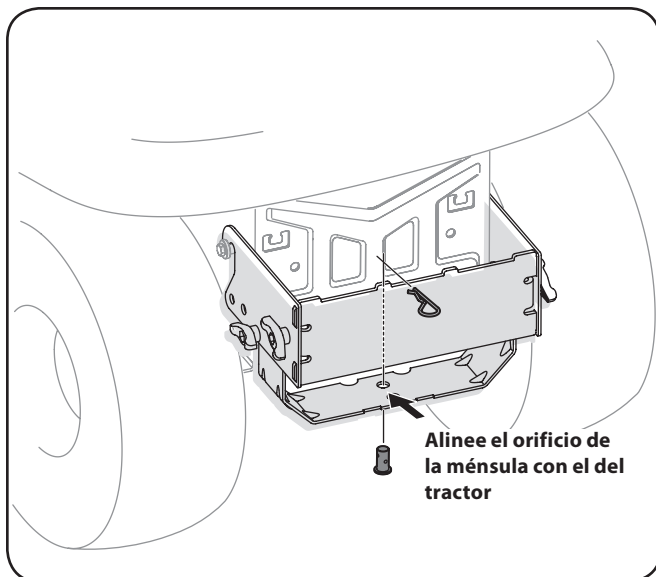

Figura 4-6
2. Instale el pasador de horquilla del paquete de elementos 689-00087 dentro del enganche del tractor y ajuste con un broche de horquilla. Vea la Figura 4-6